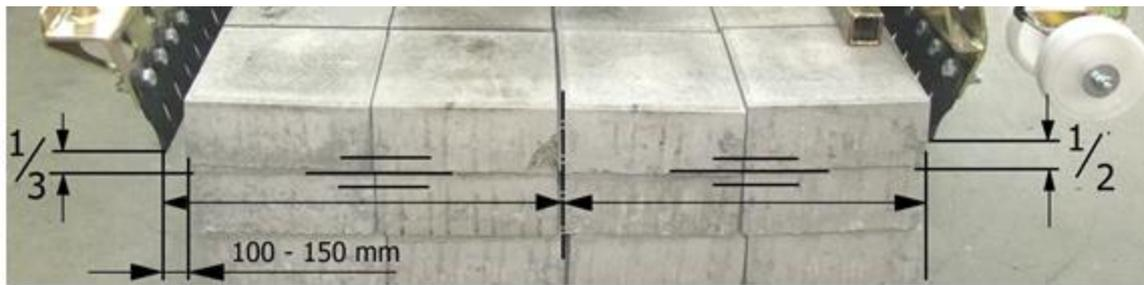
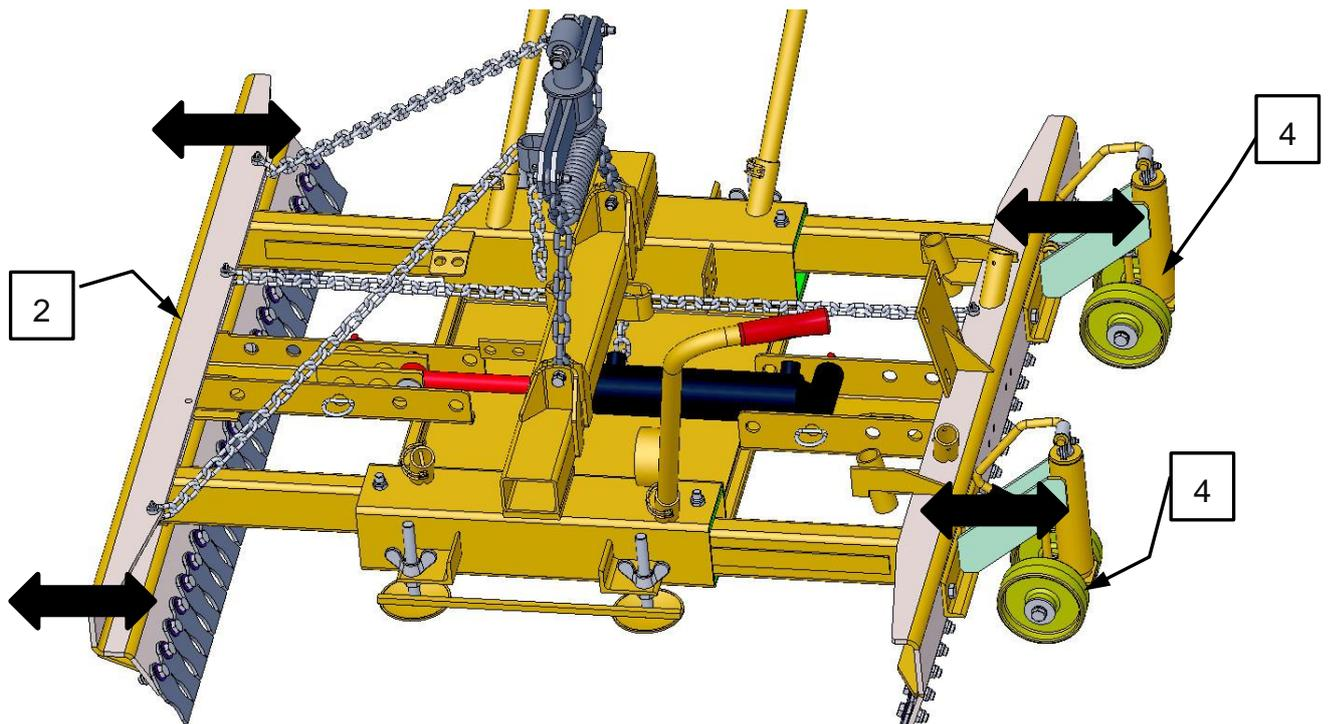

Abb. 12
Abb. 13
Hauptspannung von Hand an der Greifwange (2) und Absetzrollen (4) in die erforderliche Position ziehen (auf entsprechende Steinlagenlänge – (siehe Abb. 12 und Abb. 13).